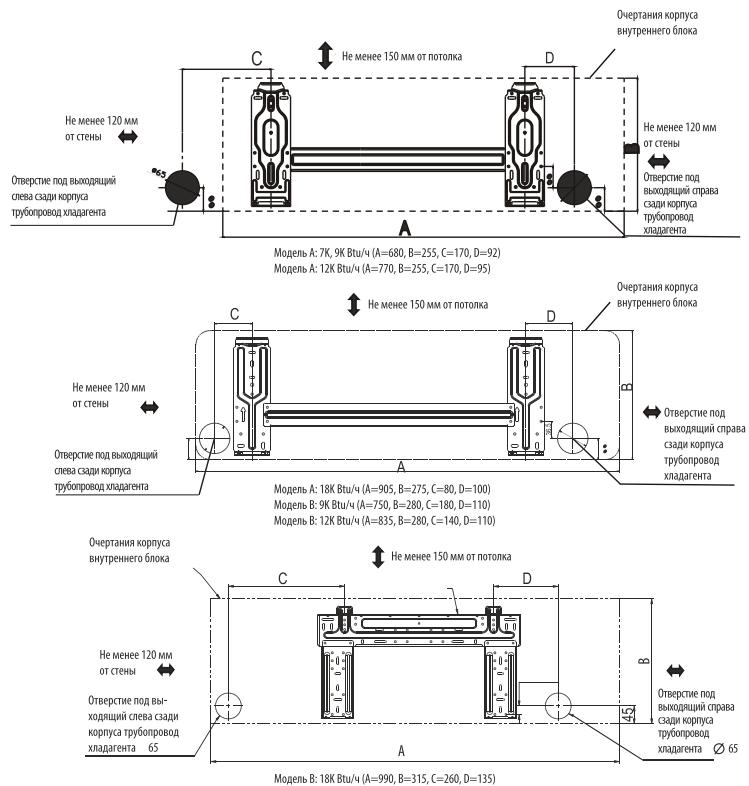

Рис. 5
1. Определите места расположения отверстий согласно схеме, приведенной на рис. 5. Высверлите одно (1) отверстие (\varnothing 65 mm) с небольшим уклоном наружу.